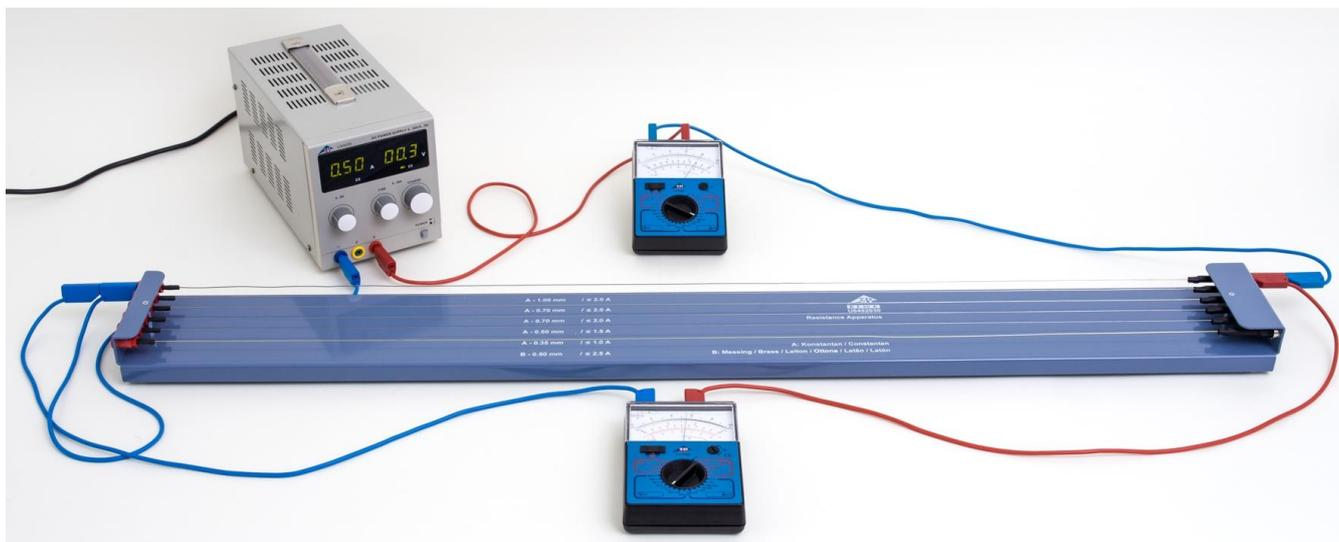

Fig. 1: Montaje experimental
- Se monta la disposición de medición de acuerdo con la Fig. 1. Los casquillos “+/-” de la fuente de alimentación se conectan con los extremos del alambre a estudiar. Para medir la corriente se conecta un multímetro en serie con los cables. Para la medición de la tensión se conecta otro multímetro en paralelo con los casquillos en los extremos del alambre.